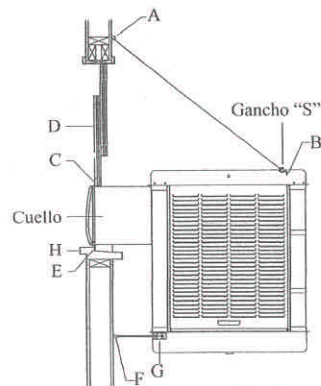

Fig. 2
- **Fije los ganchos en la pared.** Ponga los dos ganchos para la cadena arriba del cuello del enfriador, separados por una distancia equivalente al ancho de la unidad (A-fig. 2). Enganche una cadena en cada gancho y luego enganche un gancho "S" en cada cadena. **NOTA:** Los ganchos que vienen con ésta unidad tienen rosca de tornillo para madera y son para uso en paredes de madera. Las paredes de concreto o ladrillo requieren el uso de tuercas mariposas de suficiente fuerza o anclas con ganchos de acoplamiento.
- **Coloque el enfriador en la ventana.** Coloque el cuello del enfriador dentro de la ventana para que la parte inferior de la pestaña del cuello se asiente en la repisa de la ventana y la pestaña (E-fig. 2) se ajuste contra el borde de la repisa (H-fig. 2). Con la unidad situado en la ventana, enganche los ganchos "S" en los agujeros encontrados en la esquina trasera superior del enfriador (B-fig. 2).
- **Coloque la ventana detrás de la guarda de retención.** Levante la parte trasera del enfriador para que la ventana (D-fig. 2) pueda bajarse y quedar detrás de la parte superior de la guarda de retención (C-fig. 2).
- **Ajuste las patas.** Saque las patas (F-fig. 2) para que los toques de hule descansen contra el costado de la pared. Apriete el tornillo del collar (G-fig. 2).